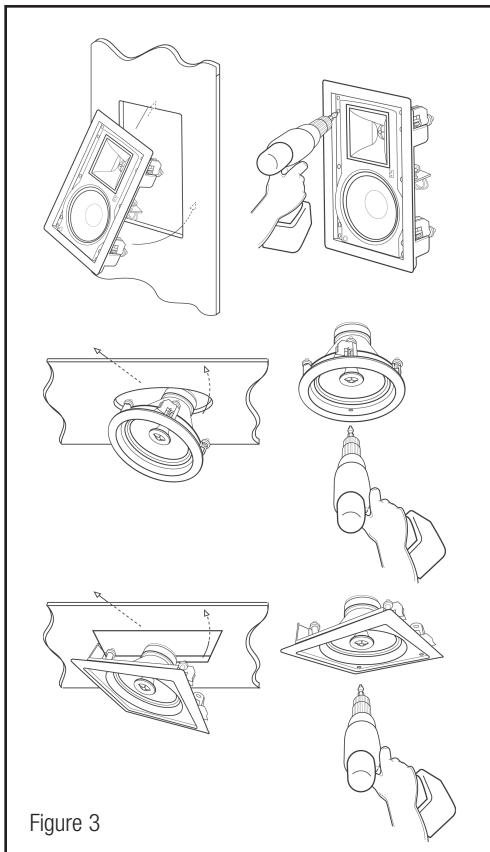

Figure 3
4. スピーカーの組立て部品を開口部に入れ、プラスねじ4つ（図3）を締めて取り付けてください。フレームの「犬」足は旋回して、壁とフレームとを共に「サンドイッチ」にします。（Klipschの新建設用ブラケットは、乾式壁設置に先立って使用すればこれを簡単にします。）